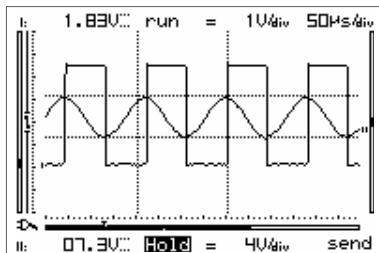

Fig 64
"Send" (2) is displayed briefly. (Fig.64)
**„Send“ (2) zal kort verschijnen (Fig.64)**
**"Send" (2) s'affiche brièvement (Fig.64)**
**„Send“ (2) erscheint zeitlich (Abb. 64)**